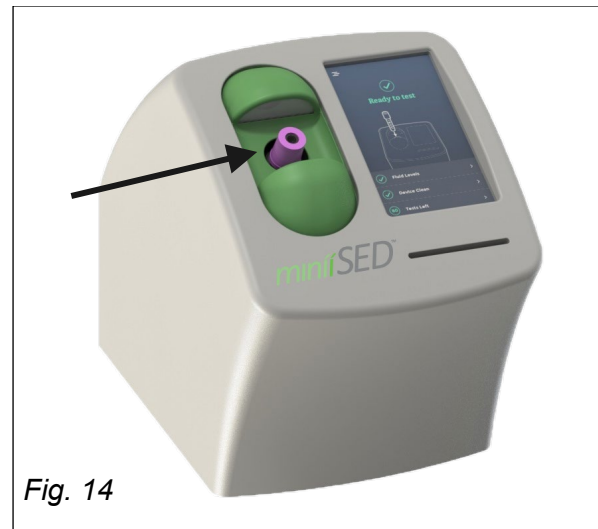

Fig. 14
- 4.2.1. Insérez le tube principal, fermé et code-barres vers le bas, dans le port de chargement de l'analyseur, comme illustré (Fig. 14)